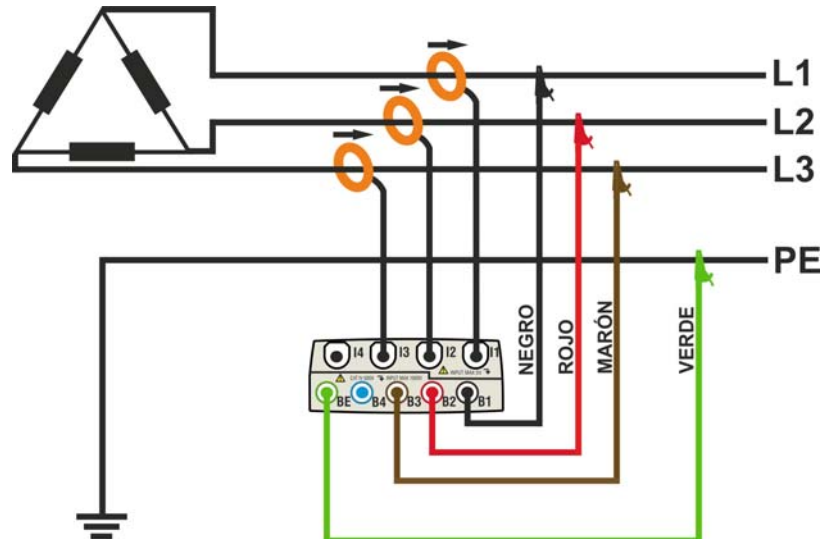

Fig. 124: Conexión del instrumento en un sistema Trifásico 3-hilos ARON
2. Conecte los cables de medida de tensión sobre los conductores de Fase L1, L2, L3 respetando los colores como muestra la Fig. 124. **Verifique en el visualizador la indicación "123" relativa al correcto sentido cíclico de las fases** (ver el § 5.2.1) y efectuar las oportunas correcciones hasta cumplir tal situación.
3. Conecte las pinzas de corriente sobre el conductor de Fase L1, L2, L3 como muestra en la Fig. 124 **respetando el sentido de la flecha** presente sobre la misma pinza que indica la dirección convencional de la corriente desde el generador a la carga. **Verifique siempre (selecionando preliminarmente el sistema 3-hilos), en la pantalla de la sección Visualización Medida, que las Potencias Activas P1, P2, P3 sean siempre positivas y que el factor de potencia Pf1, Pf2, Pf3 sea correspondiente a la carga, normalmente inductivo**, antes de activar un registro. En caso de valores negativos de las potencias activas gire la pinza 180° sobre el conductor interesado.